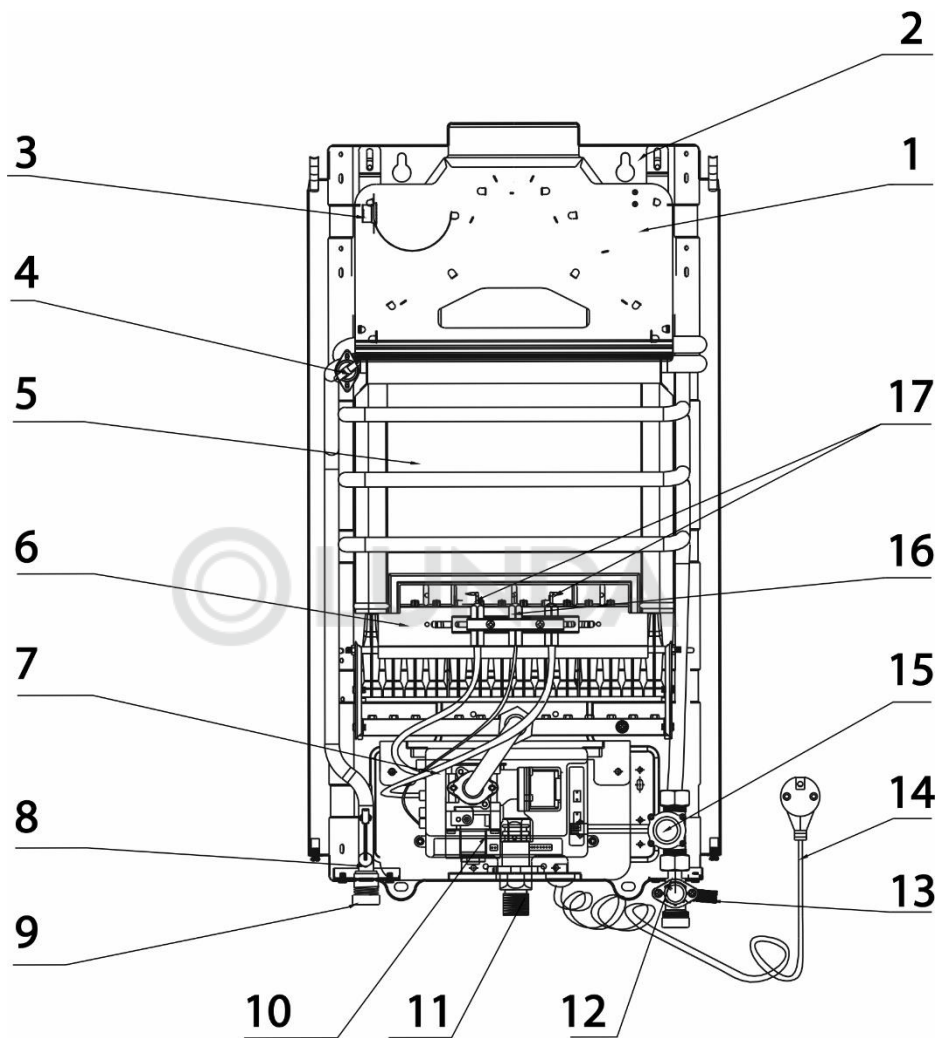

Рисунок 1
ГПВН настенного типа имеет прямоугольную форму, образуемую съёмной облицовкой, установленной на каркасе (**Рис. 1, 2**).
Составные части изделия, поясняющие принцип устройства ГПВН и требующие технического обслуживания во время эксплуатации, показаны на **Рис. 1**.
## Основные узлы ГПВН, (Рис.1):
- открыть запорный вентиль горячей воды. Открыть кран горячей воды. Во время протока воды должен произойти искровой разряд между электродами электронного розжига и горелкой (см. **Рис.1**).